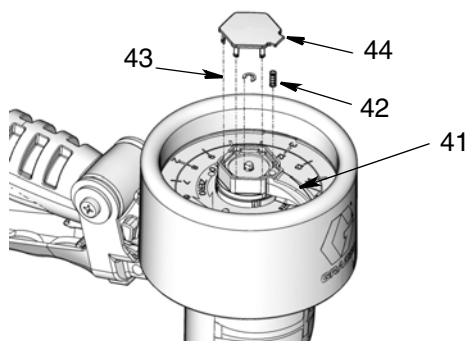

FIG. 25
6. Instale o pequeno anel retentor (43), o pino direcionador (41) e a mola do direcionador (42). Instale a tampa (44). (FIG. 25).